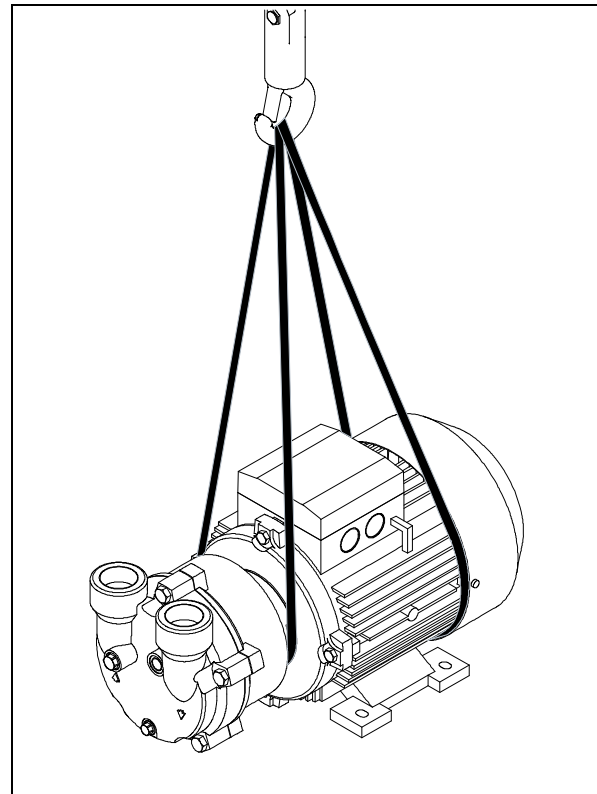

Рис. 3: Точки крепления 2BV2 ...
- Заведите ремни вдоль под корпус насоса и кожух вентилятора (Рис. 3, стр. 13).